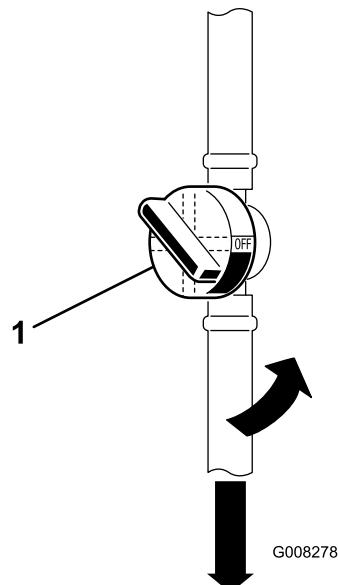

Figura 28
6. Chiudete la valvola di intercettazione del carburante (Figura 28).
- 7. Premete le estremità delle fascette stringitubo ed allontanatele dal vecchio filtro del carburante (Figura 28).